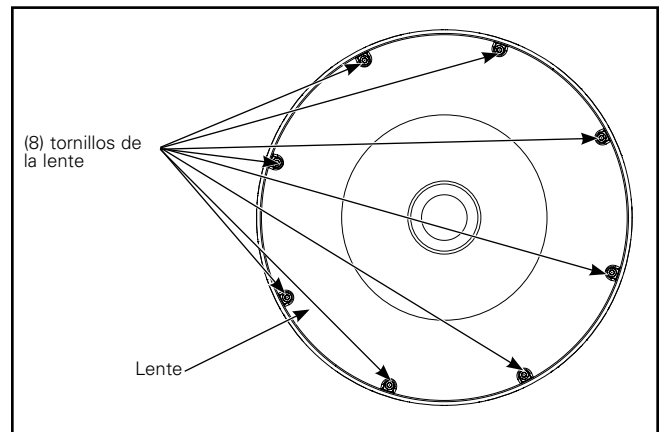

Figura 5.
- 1. Desatornille los ocho tornillos que sujetan la lente a la carcasa (Figura 5). Si hay un sensor de movimiento, desconecte las dos desconexiones rápidas de los cables del sensor de movimiento antes de retirar la lente por completo. Reserve.
- Vuelva a instalar la lente y sus tornillos retirados en el paso 1 (Figura 5). Ajuste los tornillos de la lente a 8 pulg.-lb (0,90 Nm). Si hay un sensor de movimiento, asegúrese de volver a conectar sus conexiones rápidas mientras realiza este paso. Asegúrese de que las dos conexiones rápidas se vuelvan a conectar correctamente.